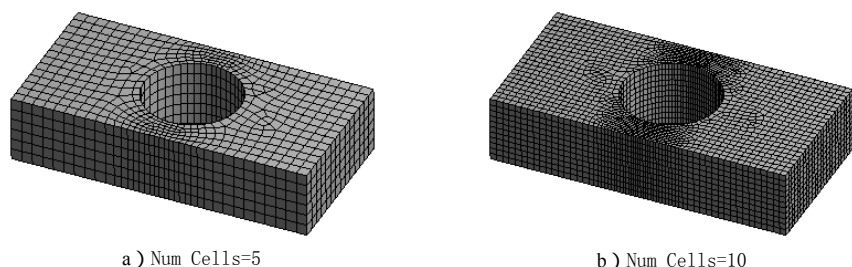

图 4.2.15 不同 Num Cells Across Gap 参数下的效果
- ◆ ☐ Num Cells Across Gap 文本框 (单元交叉间隙数): 用于设置单元交叉间隙参数, 值越大, 在结构近接处的网格被划分得越细致。设置该参数对网格划分的影响如图 4.2.15 所示。